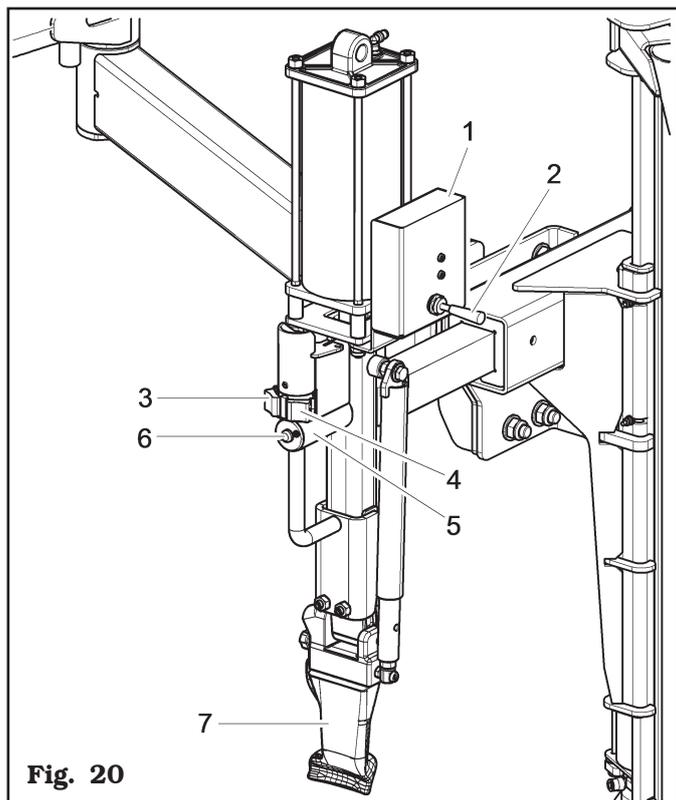

Fig. 20
- da un manipolatore (**Fig. 20 rif. 1**) posizionato sul braccio utensile. Con tale manipolatore è possibile comandare la traslazione verticale per l'inserimento, e aggancio tallone, della testa utensile. Sollevando la leva (**Fig. 20 rif. 2**) si comanda la traslazione verso l'alto, mentre abbassando la leva (**Fig. 20 rif. 2**) si comanda la traslazione verso il basso;
- da un comando provvisto di due pulsanti: premendo il pulsante (**Fig. 20 rif. 3**) è possibile sbloccare orizzontalmente e traslare verso l'alto il braccio utensile, premendo il pulsante (**Fig. 20 rif. 4**) è possibile sbloccare orizzontalmente e traslare verso il basso il braccio utensile;
I COMANDI (FIG. 20 RIF. 3-4) (PER RAGIONI DI PREVENZIONE ALL'USO ERRATO DELLO SMONTAGOMME) SONO FUNZIONANTI SOLO SE LA TESTA UTENSILE (FIG. 20 RIF. 7) È IN POSIZIONE COMPLETAMENTE SOLLEVATA. AGIRE SULLA LEVA (FIG. 20 RIF. 2), SPOSTANDOLA VERSO L'ALTO, PER PORTARE LA TESTA UTENSILE IN TALE POSIZIONE.
- da una maniglia (**Fig. 20 rif. 5**) che, tramite un movimento di tiro e spinta, in combinazione con il pulsante di sblocco (**Fig. 20 rif. 6**), consente di regolare (solo orizzontalmente) la testa utensile sul diametro ruota.